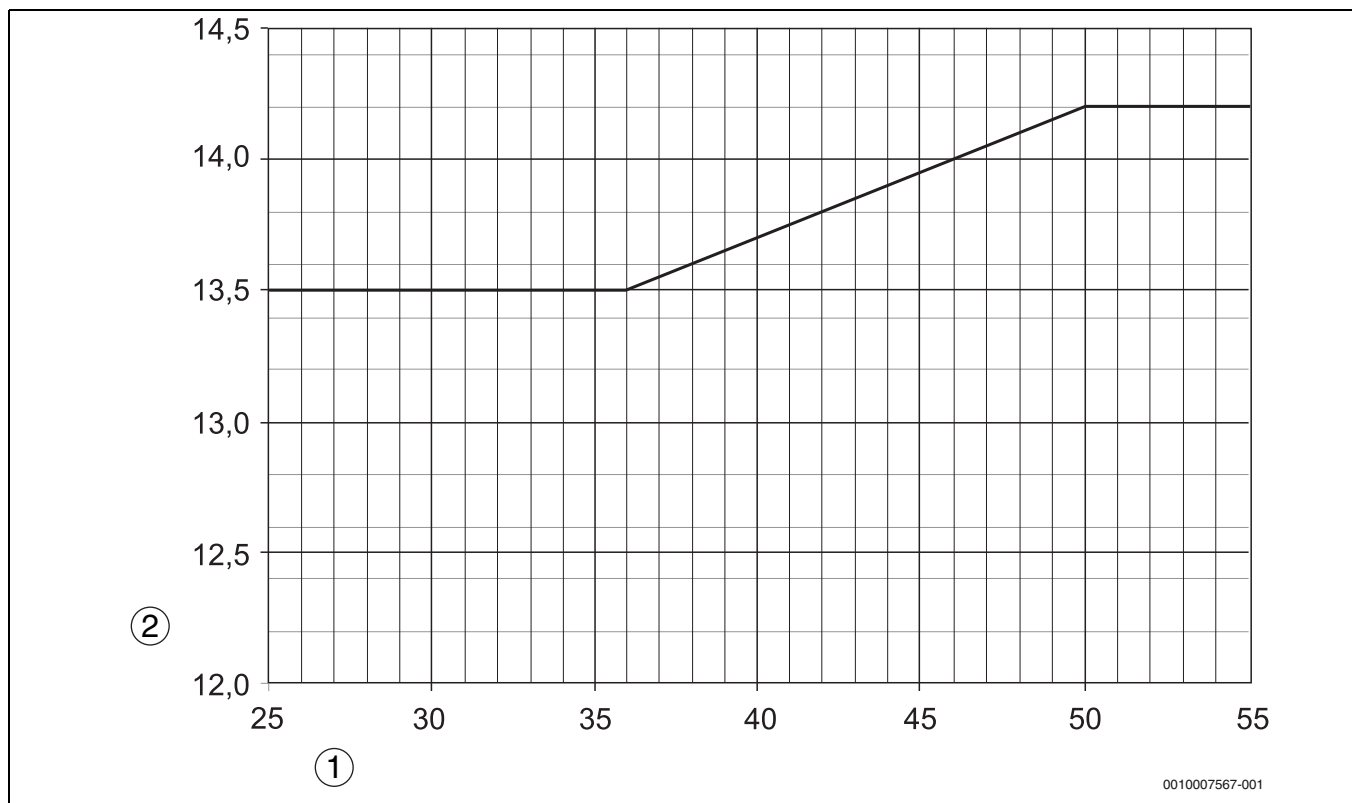

Bild 8 CO₂-Einstellung bei Zuluft über konzentrische Zuluft- und Abgasführung (gilt mit und ohne Brennerhaube)
- CO₂-Gehalt an der Druckregulierschraube an der Ölpumpe entsprechend Bild 7 oder Bild 8 nachregulieren, je nachdem, ob die Zuluft direkt durch die Außenwand oder über ein konzentrisches Rohr angesaugt wird.